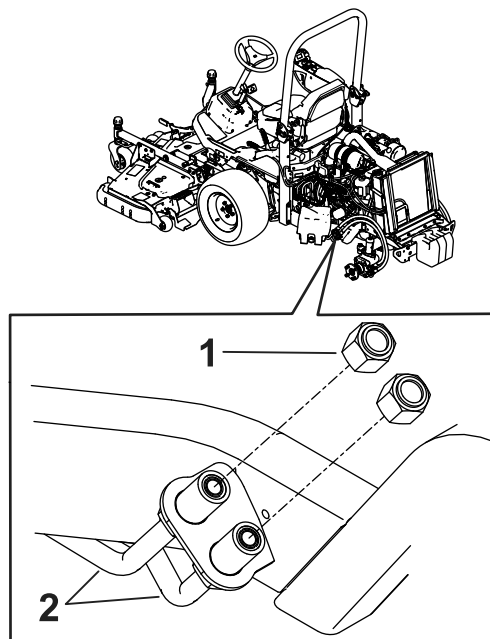
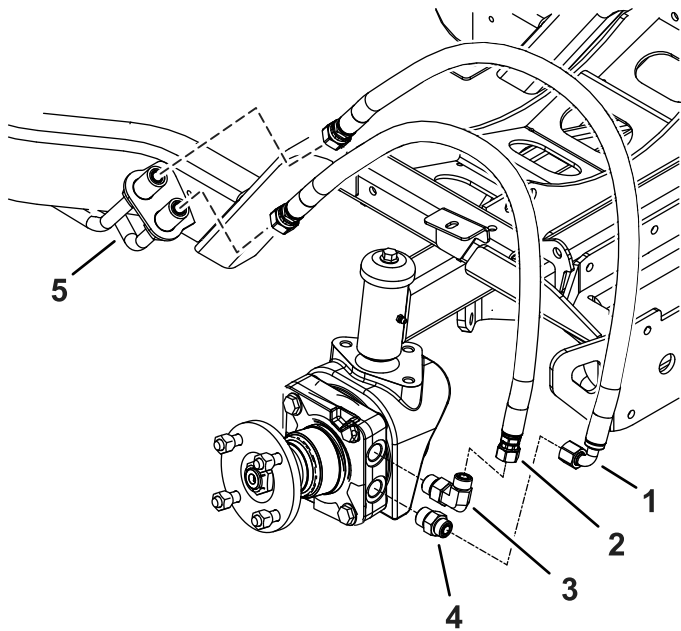

Figur 9
Figur 10
1. Fjern de eksisterende hydraulikkslangene fra hydraulikkrørene foran hjulet, og installer umiddelbart hettene på hydraulikkrørene (Figur 9 og Figur 10).